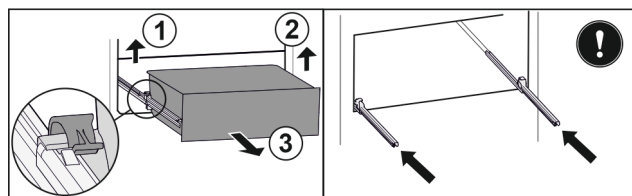

Fig. 111
- Lyft vänster klämma och dra samtidigt utdragslåda till vänster framåt. Fig. 111 (1)
- Lyft höger klämma och dra samtidigt utdragslåda till höger framåt. Fig. 111 (2)
- Ta ut utdragslåda genom att dra den framåt. Fig. 111 (3)